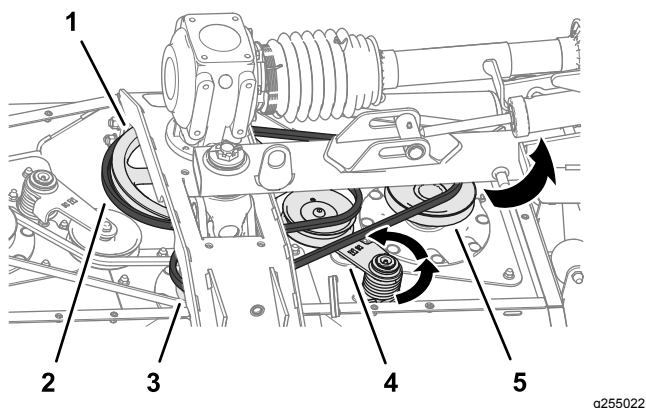

Рисунок 65
- С помощью монтировки или аналогичного инструмента поверните натяжитель длинного ремня против часовой стрелки и снимите ремень со шкива натяжителя (Рисунок 65).
3. Сдвиньте длинный ремень с ведущего шкива, шкива среднего шпинделя и шкива правого шпинделя (Рисунок 65).